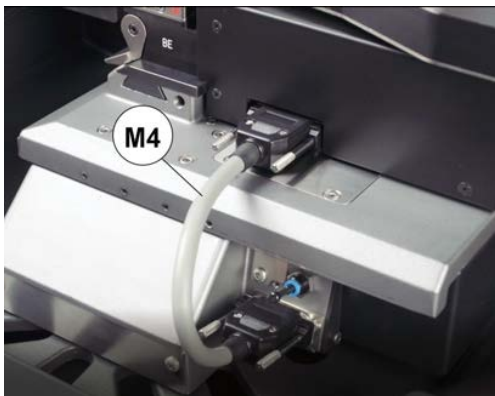

Fig. 139
- 3) Koppel de seriële kabel (M4) voor aansluiting van de spanbek V4 op de machine los (Fig. 139).